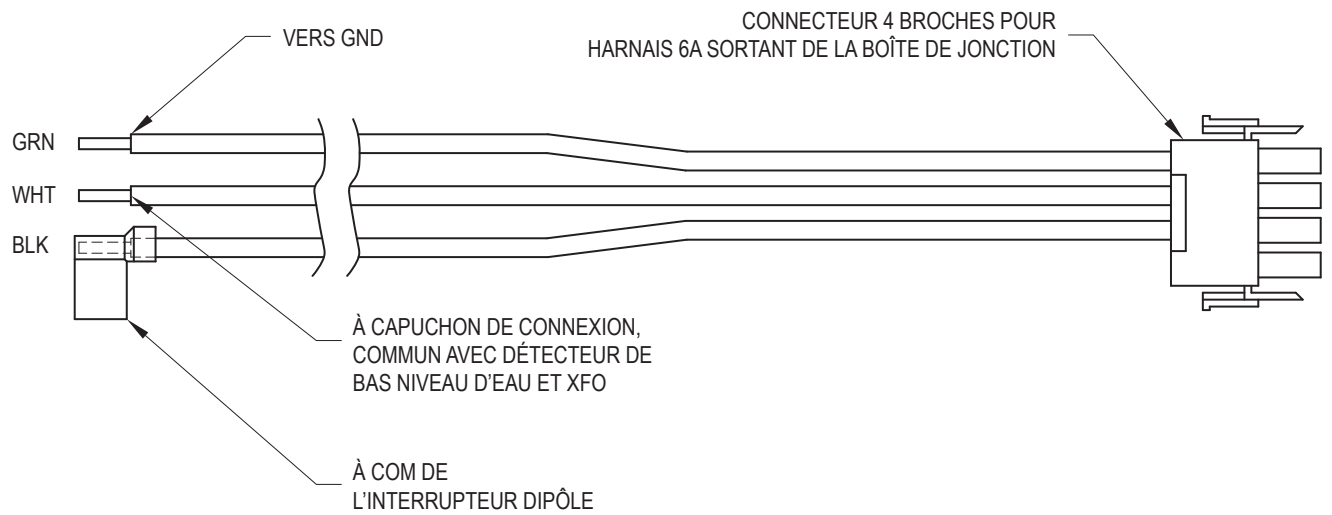

Figure 10. Harnais 4, modèles 0962 à 1826
8. Connectez les fils du HARNAIS 4, voir **Figure 10**. Le connecteur à 4 broches reste à l'intérieur de la boîte de jonction.